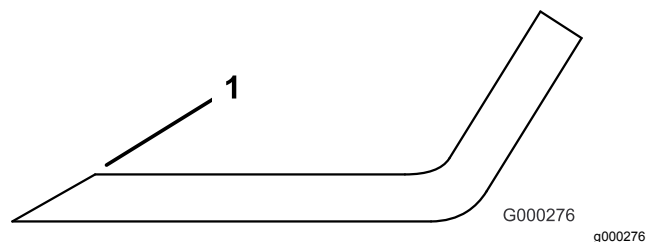

Figura 104
per garantire l'affilatura (Figura 104). La lama resta bilanciata soltanto se viene rimossa una quantità uguale di metallo da entrambi i taglienti.
3. Esaminare l'affilatura di tutte le lame e affilate se risultano smussate o scheggiate (Figura 104).